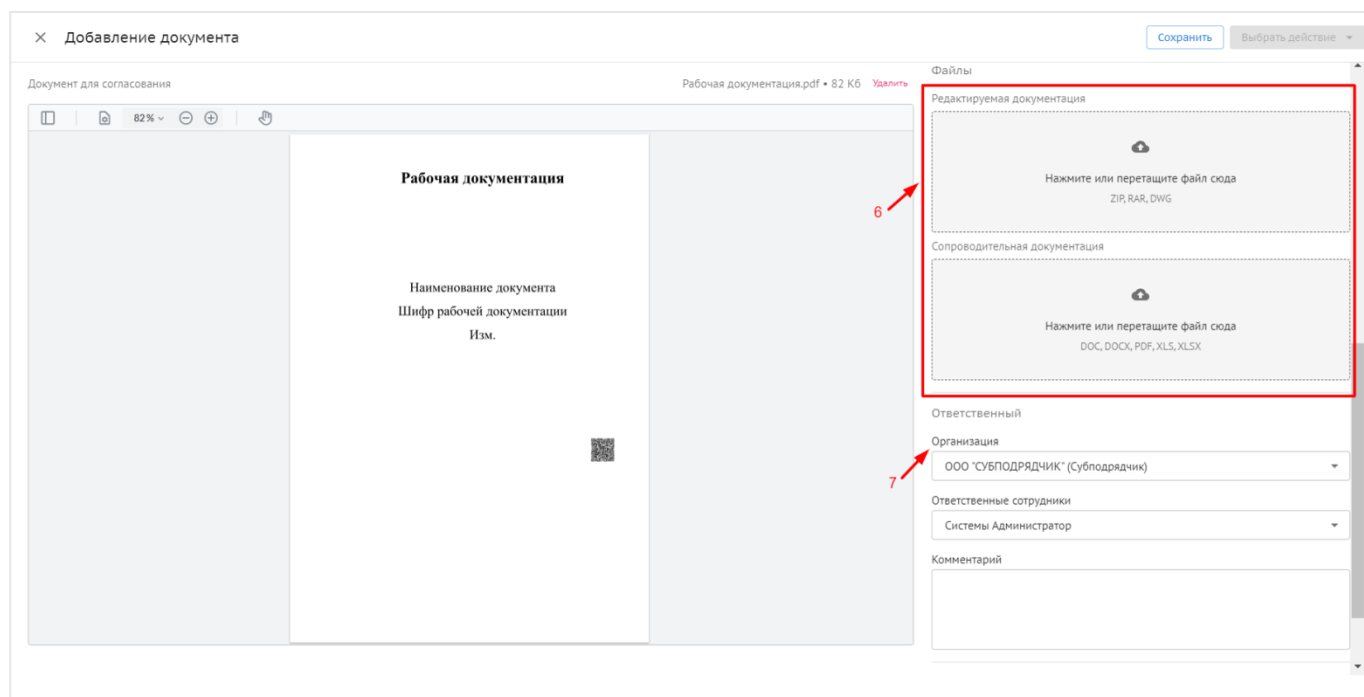

Рис. 9 - Заполнение полей
2.3. К документу можно прикреплять редактируемый формат и сопроводительную документацию (6) (рис. 9), в сером поле всегда указан формат, в котором можно добавить документ;
2.4. Далее необходимо указать организацию, которая получит документ и ответственного сотрудника от данной организации (7) (рис. 9);